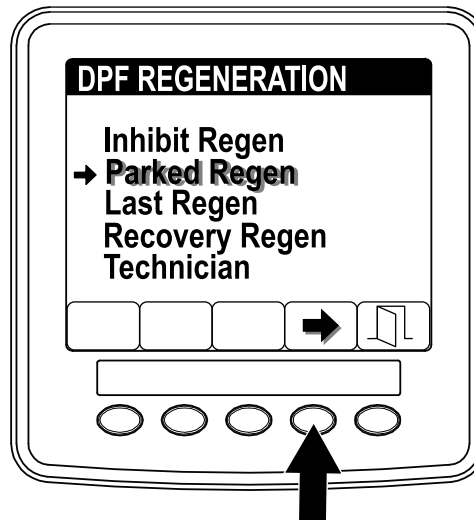

Рисунок 62
11. Когда компьютер двигателя завершает процесс стационарной или восстановительной регенерации, на дисплее инфо-центра появляется информационное сообщение № 1224 (Рисунок 62). Для перехода на главный экран нажмите любую кнопку.